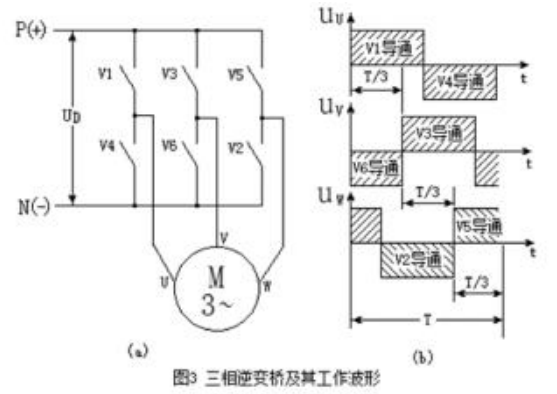

图3 三相逆变桥及其工作波形
三相逆变桥电路结构如图3所示。其中(a)图是三相逆变桥的电路结构,(b)图是三相逆变桥输出电压的波形。其工作过程与单相逆变桥类似,只要使三个桥臂交替工作时,互差三分之一周期(T/3,即120°电角度),从而使三相输出电压的相位之间互差120°电角度即可。
在不锈钢空针中压入一根铜芯线以便焊接引出线，这样就解决了用铜线电极在水中会生铜绿的问题。电路是用一片 CD4013 双 D 触发器中一个 D 触发器通过外围 RC 元件组成单稳态延时开关电路，电路中 4013 的①脚 Q 稳态输出为零（低电平）三极管 BG 截止，继电器 J 不动作。当泡菜坛上水密封储水槽的水蒸发致使 A 电极脱离水接触瞬间，D 触发器 CP 输入端电位上升令 Q 输出为 1（高电平）BG 导通 J 吸合，J 的常开触头闭合接通电磁阀，打开供水通路补充储水。同时 Q 输出高电平经 R 向 C 充电，④脚 R（复位）端电位逐渐上升，到阈值电平时 D 触发器翻转复位，Q 输出回零，BG 截止 J 释放，切断电磁阀关闭出水口停止加水，从而达到自动加水之目的。电路原理见图 3。
电路暂稳态时间约 $0.7RC=14\sim 28$ 秒。其中电容单位 μF ，电阻单位 $M\Omega$ ，则时间单位为秒。如果有多个泡菜坛可阶梯放置，让上坛储水槽溢出水流入下坛储水槽即可。本电路制作十分容易，将所有元件装入一块 $75\times 45mm$ 多孔（俗称面包板）上，省去制作印刷电路板的麻烦。只要元件焊接无误，即可一次验证成功。图 3 电路完工后感觉缺少指示灯，于是补加了两个发光二极管，一支正极接正电源，负极串 $5K\Omega$ 电阻接 D 触发器②脚，用作电磁阀工作指示。一支接正电源，负极串 $10K\Omega$ 接负，用作电源指示。再将其装入 $\Phi 90\times 80mm$ 美多丝滑发膜罐中，在罐中下部开三孔引出电源、控制、探头线，使用时控制线接上电磁阀，探头线置于泡菜坛储水槽上，再将电源线插入电源即可。图 4 为泡菜坛及探针放置剖面示意图。